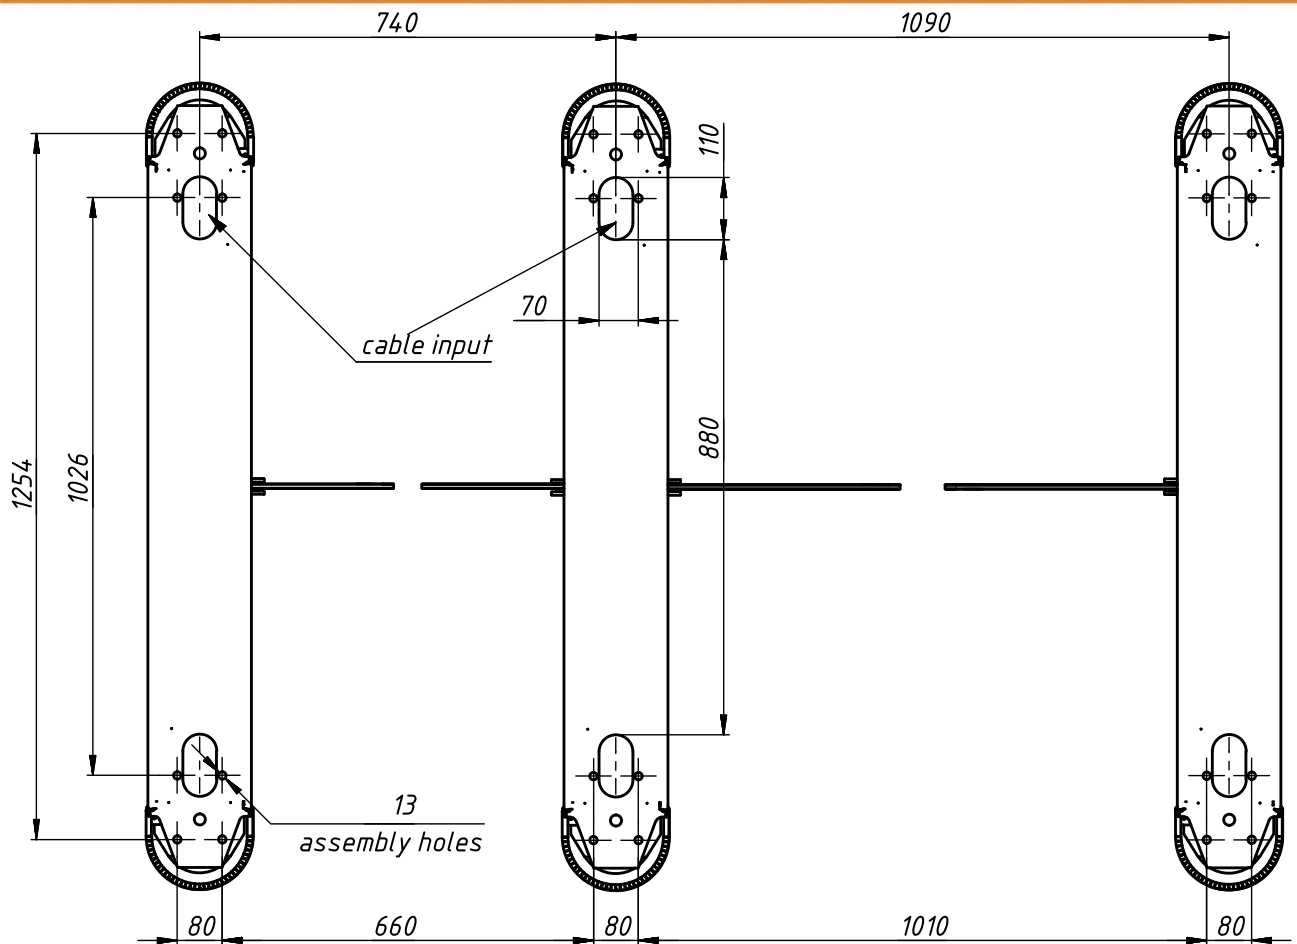

Рисунок 10– Установочные размеры турникета «SWEEPER-HG»
3) Снятие турникета с поддона (смотрите *Рис. 2* и *Рис. 10*):